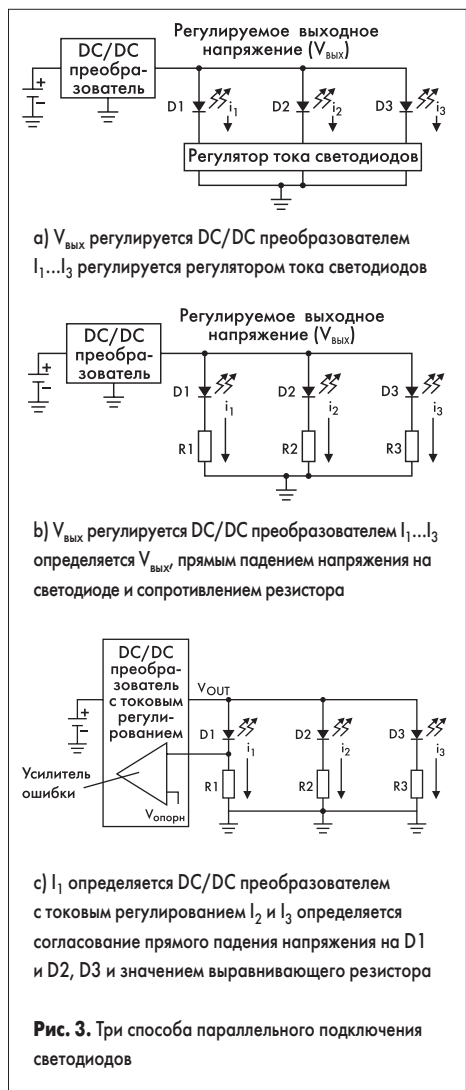

Рис. 3. Три способа параллельного подключения светодиодов
Есть три основных способа параллельного подключения светодиодов, показанных на рис. 3:
3. Использует преобразователя с регулируемым выходным током. На рис. 3с показан принцип использования преобразователя